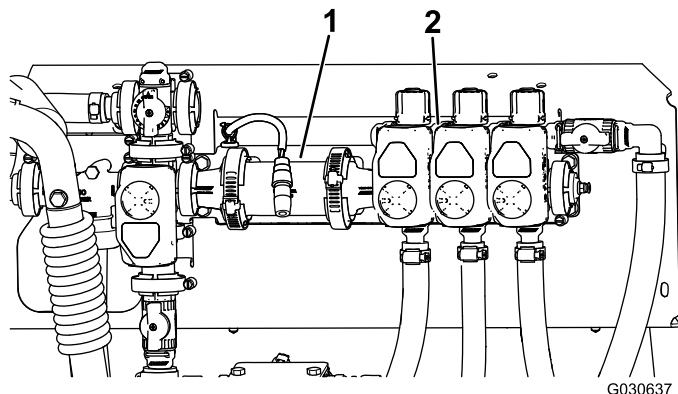

图7
- F. 小心将喷洒臂阀门总成移入与流量计本体齐平的位置（图7）。